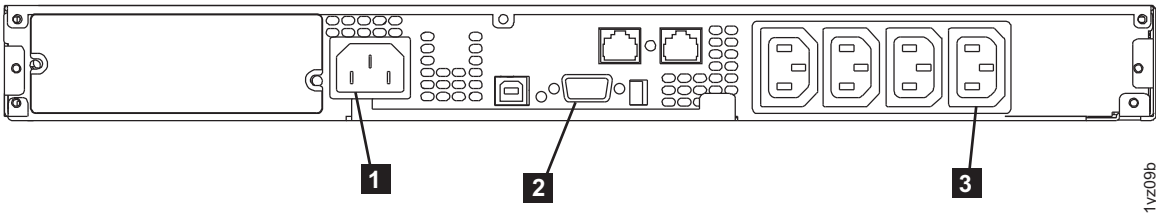

図 321. 2145 UPS-1U (背面図)
9. 2145 UPS-1U の背面で、SAN ボリューム・コントローラーの電源ケーブルをロード・セグメント 2 コンセント (354 ページの図 321 の **3**) に接続します。該当する場合、電源ケーブル保持ブラケット (354 ページの図 320 に示す) を取り付けます。
10. SAN ボリューム・コントローラーのシグナル・ケーブルを通信ポート (図 321 の **2**) に再接続します。
11. 2145 UPS-1U の主電源ケーブルを (電力配分装置または 冗長 AC 電源スイッチ のいずれかからの) 入力コネクタ (図 321 の **1**) に再接続します。
これで、2145 UPS-1U は待機モードになり、SAN ボリューム・コントローラーがオフラインになるはずですが、図 321 に示されているすべてのインディケータがオフになります。